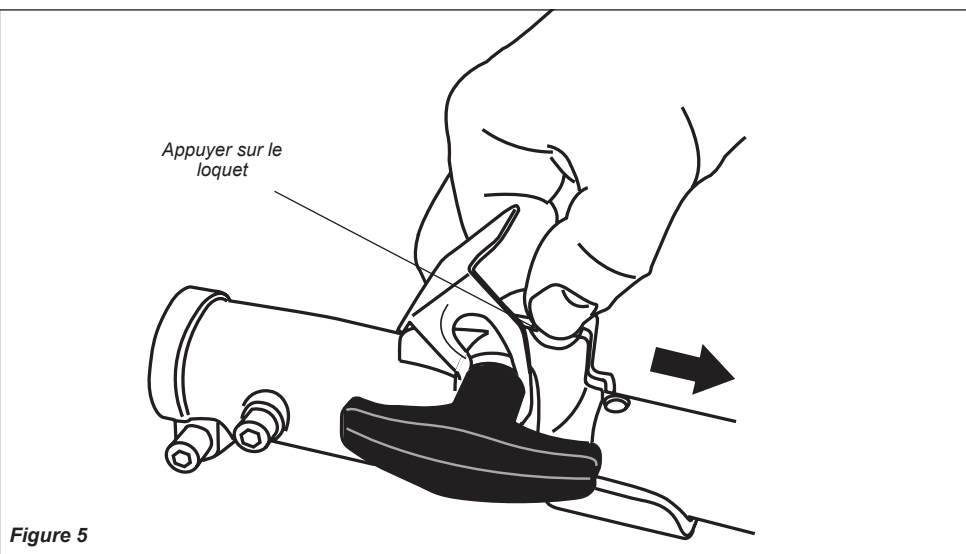

Figure 5
2. Appuyer sur le loquet à l'aide du pouce ou d'un doigt pour déverrouiller le raccord. Cette pression libérera le verrou du raccord. Voir figure 5.